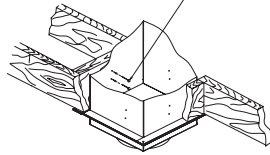

Figure 3
Étape 3 : D'en dessous, poussez le support dans le trou percé au préalable. Assurez vous que le support dépasse sous le plafond d'au moins 3 1/2". Fixez la bande de finition (inclus) à l'aide de vis au plafond. Clouez le support au boîtier encadré à l'aide de (12) clous torsadés de 3 po ou de vis à bois no. 8 x 1 1/2 po (voir Figure 3).